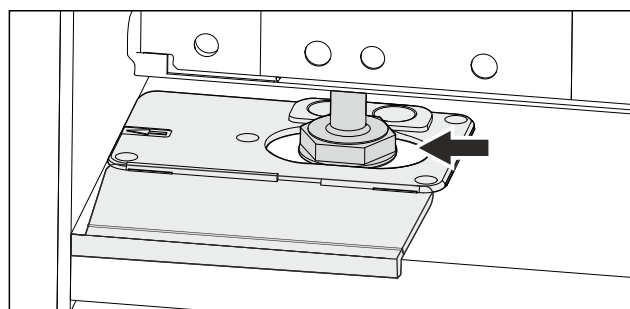

Fig. 47
- ▶ Wyregulować urządzenie za pomocą nóżek. Fig. 47 ()